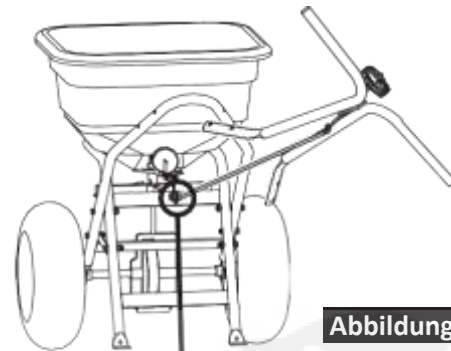

Abbildung 9
9. Drehen Sie die Handgriffkonstruktion zur Seite und befestigen Sie das Verbindungsstück im Dosiergrasterhebel, wie in Abbildung 9 angezeigt.